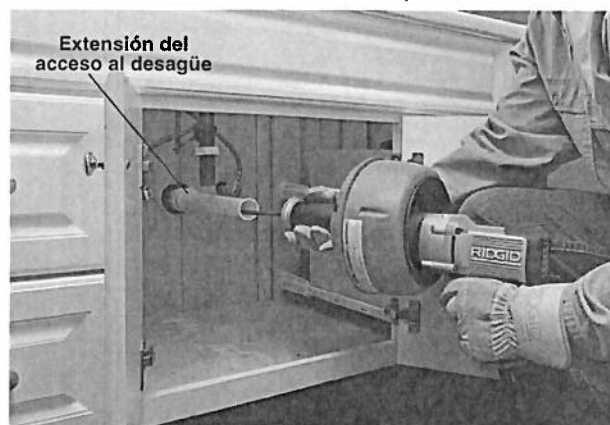

Figura 6 – Manera en que se alarga el desagüe para situar la nariz de la K-45 a menos de 15 cms. (6 pulgs.) del acceso
6. Establezca si es posible situar la nariz de la K-45 a no más de 15 cms (6 pulgadas) del acceso al desagüe. De lo contrario, deberá extender la entrada al desagüe con un trozo de tubo y acopladores de similar diámetro al de la tubería, de tal manera que la nariz del tambor se mantenga durante el proceso de limpieza a no más de 15 cms (6 pulgadas) del acceso al desagüe (vea la Figura 6). Si no se confina el cable debidamente, se podría doblar, torcer o romper, dañar el artefacto o lesionar al operario.
4. Coloque el interruptor de FOR/REV en la posición FOR (adelante). El tambor debe girar hacia la derecha cuando se le mira desde el motor. *Vea la Figura 6. No oprima el interruptor de ON/OFF todavía.* FOR/REV describe el giro del cable (izquierda o derecha); no se refiere a su avance o retroceso. No gire el cable en reversa salvo en los casos específicos descritos en este manual. El funcionamiento de la máquina en REV (reversa) puede hacerle daño al cable.